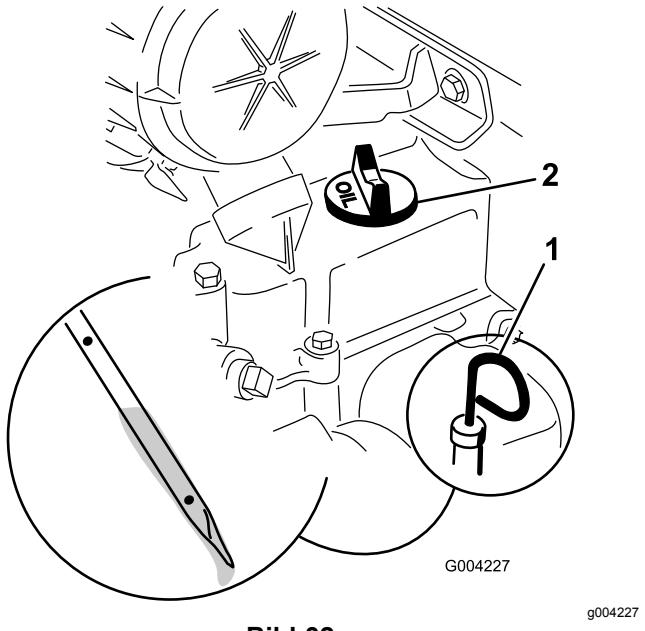

Bild 32
- Reinigen Sie den Bereich um den Ölpeilstab (Bild 32).
- Ziehen Sie den Peilstab heraus und wischen Sie das Metallende ab (Bild 32).
- Schrauben Sie den Ölpeilstab vollständig in das Peilstabrohr (Bild 32).
- Wenn der Ölstand niedrig ist (unter dem unteren Loch), reinigen Sie den Bereich um den Ölfüllstutzendeckel und nehmen den Deckel ab (Bild 32).
- Entfernen Sie den Ölfülldeckel (Bild 32) und gießen Sie ungefähr 80 % der angegebenen Ölmenge langsam in die Ventilabdeckung ein.
9. Entfernen Sie den Ölfülldeckel (Bild 32) und gießen Sie ungefähr 80 % der angegebenen Ölmenge langsam in die Ventilabdeckung ein.